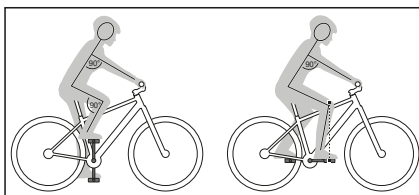

Fig. 2: position assise
- ↳ Veillez à adopter une position assise confortable et à utiliser en toute sécurité tous les composants du guidon, même pendant les longs trajets. (Voir Fig. 2).